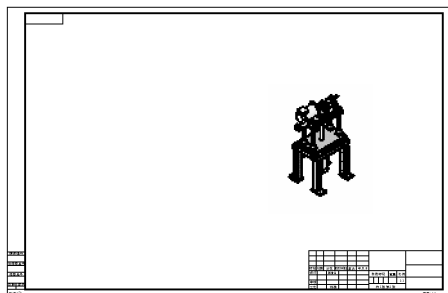

图 6-17 新建图纸
使用“A2 (GB)”创建新的工程图，采用与当前工程图同样的设置。添加“overender”装配体的等轴测图，并使用“Position_2”配置和 1:5 的比例，如图 6-17 所示。